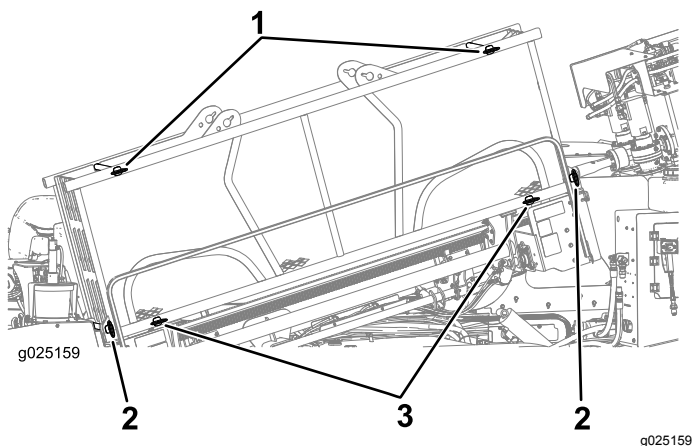

Bild 38
2. Stellen Sie sicher, dass die oberen Rohrhalterstifte vorne und hinten und die unteren Rohrhalterstifte vorne und hinten eingesetzt sind (Bild 38).